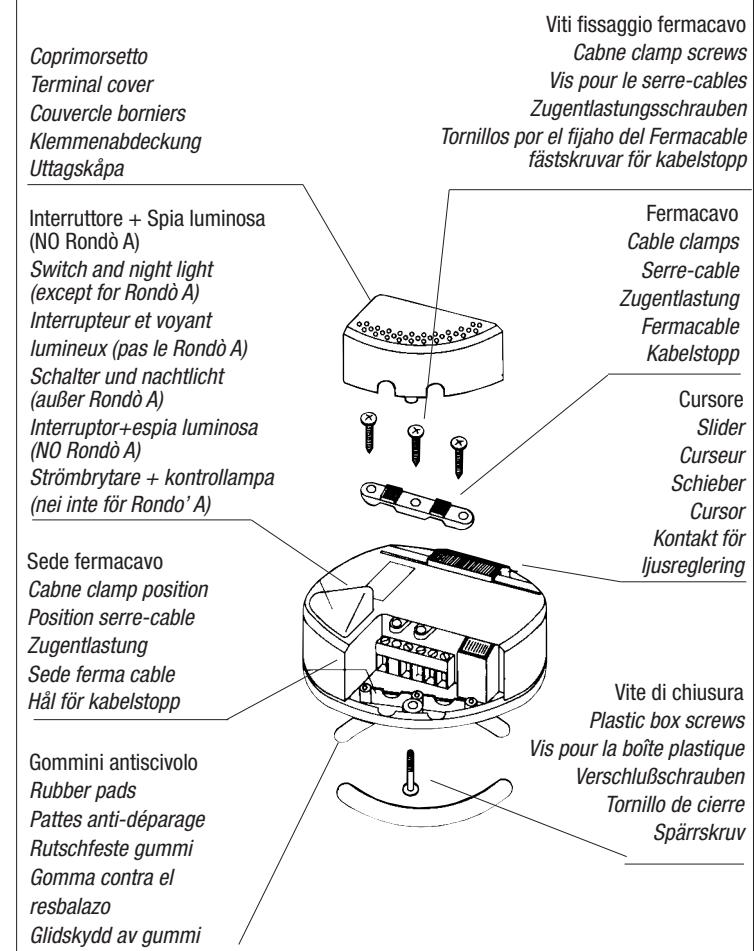

Fig. 1
Brancher le régulateur, en utilisant éventuellement le fil fourni avec la lampe. Ôter le cache-borne, effectuer le branchement conformément au schéma (Fig. 1 et 2), en utilisant exclusivement des câbles du type H03VV-F 3 x 0,75 mm² (Ø 6,8 max) et en respectant les mesures de sécurité (le conducteur de terre doit être au moins 8 mm plus long par rapport aux autres). La borne de mise à la terre, qui se trouve dans l'appareil, peut être utilisée comme terre de protection pour la charge (◎). Visser les serre-câbles, en vérifiant l'étanchéité mécanique de ces derniers. Ensuite, placer le cache-borne dans son logement, visser les vis de fermeture et mettre les coussinets anti-dérapants dans les logements correspondants. Le régulateur ne doit pas être soumis à l'action directe des sources de chaleur. La température ambiante de référence est de 35° centigrades. Pour chaque 5°C supplémentaire, diminuer la puissance nominale de 20%. Effectuer l'installation conformément aux normes C.E.I. en vigueur, en suivant scrupuleusement les schémas de raccordement et en utilisant le câble de section approprié. Serrer soigneusement les bornes. Chaque appareil a été contrôlé et L.C. Relco en garantit le fonctionnement, à condition que les normes relatives à l'installation, ainsi que les valeurs nominales indiquées ci-dessus, soient respectées.
- 3-Draht-Betrieb - eine Lichtquelle (Fig. 1)
Der Anschluss des Reglers erfolgt über ein Leuchtenkabel, gegebenenfalls über das an der Lampe vorhandene Kabel. Nehmen Sie den Klemmschutz ab und führen Sie die Verdrahtung laut Schaltplan aus (Abb. 1 und 2). Dabei dürfen ausschließlich Kabel des Typs H03VV-F 3x0,75 mm² (Ø 6,8 max) verwendet werden. Halten Sie die entsprechenden Sicherheitsvorschriften ein (der Erdleiter muss mindestens 8 mm länger sein als sämtliche anderen Kabel). Die Erdleiterklemme am Gerät kann als Lastschutz verwendet werden (◎). Blockieren Sie die Kabelklemmen und prüfen Sie den festen Sitz der Kabel. Dann den Klemmschutz wieder an seinem Platz einsetzen, die Verschlussschrauben anziehen und die Rutschsicherungen wieder an der richtigen Stelle montieren. Der Regler darf keiner direkten Einwirkung von Wärmequellen ausgesetzt werden. Die Raumtemperatur beträgt 35 °C. Jeder Anstieg von 5° reduziert die Leistung um 20%. Die Installation muss unter Einhaltung der geltenden Regelungen des C.E.I. (Italienisches Komitee für Elektrotechnik) erfolgen. Die Schaltpläne müssen genau eingehalten werden. Verwenden Sie dabei nur Kabel mit passendem Querschnitt. Die Klemmen sorgfältig anziehen. Jedes Gerät wurde einer Endabnahme unterzogen und L.C. Relco garantiert dessen Funktionstüchtigkeit, sofern die oben angeführten Installationsvorschriften und die am Kennschild angeführten Werte eingehalten wurden.
- Operación de 3 hilos - una fuente de luz (Fig. 1)
El regulador se conecta pasante con el conductor, utilizando eventualmente el que se suministra con la lámpara. Extraer la tapa de los bornes, cablear como se muestra en el esquema, (Fig. 1 y 2), mediante la utilización exclusivamente de cables de tipo H03VV-F 3x0,75 mm² (Ø 6,8 máx.); llevar a cabo esta tarea respetando las normativas de seguridad, (conductor de tierra, por lo menos, 8 mm. más largo que todos los demás). Es posible utilizar el borne de tierra que está presente en el aparato como tierra de protección para la carga. Atornillar los aprieta - cables verificando el sello mecánico de los cables, volver a colocar la tapa de los bornes en su propia sede, atornillar el tornillo de cierre y aplicar las gomas antideslizamiento en las correspondientes sedes. El regulador no se debe someter a la acción directa de las fuentes de calor. La temperatura ambiente de referencia es de 35° Centígrados; cada 5° de aumento hay que reducir el 20% la potencia de que se indica en la placa de identificación. La instalación se debe llevar a cabo respetando las normativas C.E.I. vigentes; hay que seguir escrupulosamente los esquemas de conexión y se debe utilizar el cable con la sección adecuada. Apretar cuidadosamente los bornes.
- 3-wire operation - en ljuskälla (Fig. 1)
Regulatorn kopplas på tråden, eventuellt den som lampan är försedd med. Ta bort polskyddet, dra ledningarna som i schemat (Fig. 1 - 2), uteslutande med sladdar av typen H03VV-F 3x0,75 mm² (Ø 6,8 max) och respektera säkerhetsnormerna (jordkabel minst 8 mm längre än de andra). Jordpolen som finns i apparaten kan användas som jordfelskydd (). Skruva åt sladdhållarna och kontrollera den mekaniska infästningen av sladdarna; sätt tillbaka polskyddet på sin plats och skruva åt skruvarna och sätt i antihalkningsgummier på deras plats. Regulatorn får ej utsättas för direkta värmekällor. Den högsta omgivningstemperaturen är 35° Celsius, var 5° mer reducerar den angivna effekten med 20 %. Installationen ska genomföras med hänsyn till gällande C.E.I.-normer, och noggrant följa kopplingsscheman och använda sig av sladdar med tillräcklig sektion. Dra åt polerna ordentligt.